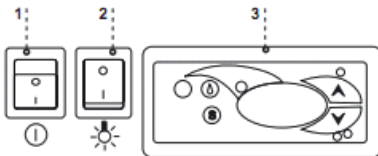

Abb.10 Steuerungspaneel
- Hauptschalter-Taste drücken Abb.10/1 (S.33), dadurch wird das Einschalten des Thermostats und Aggregats gelöst